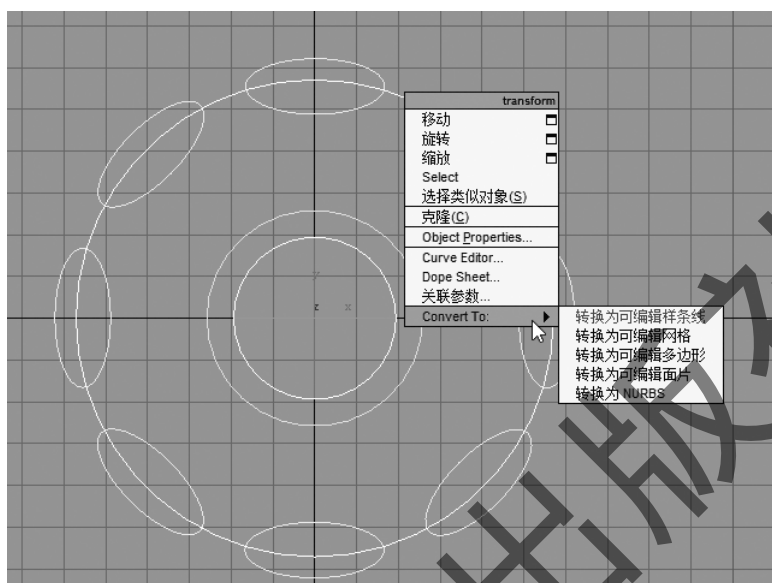

图 4-32 转换为可编辑样条线
Step7: 选择“圆”, 右键→转换为→可编辑样条线, 这样圆就具备了样条线“点”、“边”、“样条线”的基本参数, 如图 4-32 所示。